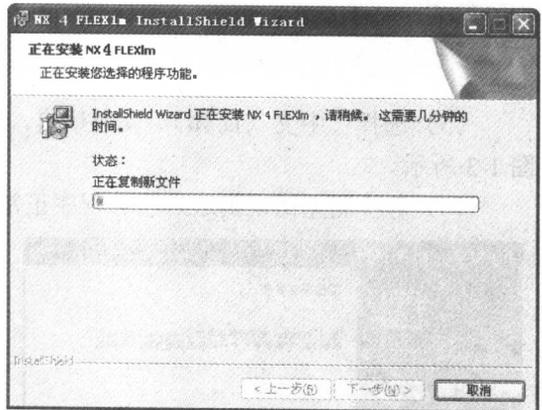

图 1-8 NX 4 FLEXlm 程序安装界面
(11) 单击 **安装(I)** 按钮开始 NX 4 FLEXlm 程序的安装，如图 1-8 所示。